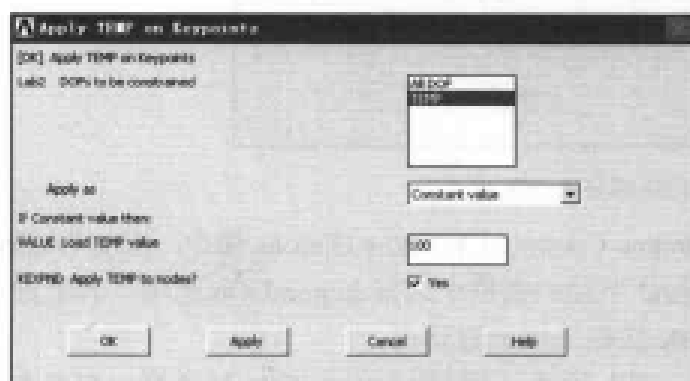

图 9-77 在关键点上施加温度载荷对话框
(1) 选择 Main Menu | Solution | Analysis Type | New Analysis 命令, 出现 New Analysis 对话框, 选择分析类型为 Steady-State, 单击 OK 按钮关闭该对话框。
(2) 选择 Main Menu | Solution | Define Loads | Apply | Thermal | Temperature | On Keypoints 命令, 出现 Apply TEMP on KPs 菜单, 在文本框中输入 1, 2, 单击 OK 按钮, 出现 Apply TEMP on Keypoints 对话框, 在 Lab2 DOFs to be constrained 列表框中选择 TEMP 选项, 在文本框中输入 100, 将 KEXPND Apply TEMP to nodes 选项设置为 Yes, 如图 9-77 所示, 单击 OK 按钮关闭该对话框。